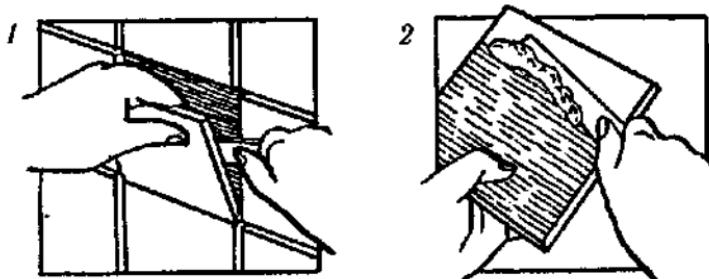

Рис. 109. Устранение дефектов.
Исправление **дефектов**. 1. Плитка выше (ниже) соседних (рис. 109). Ее надо сразу же удалить, поддев ножом и стараясь не задеть соседние (1), после чего со стены и этой плитки соскребают весь клей, наносят